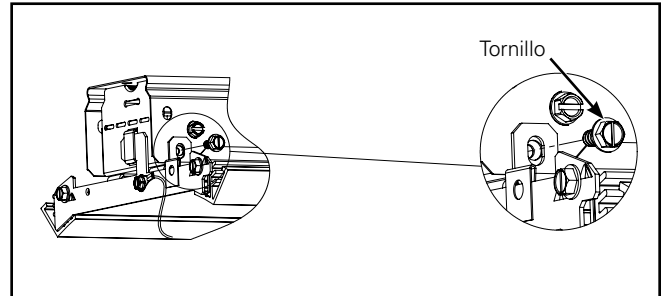

Figura 11.
4. Asegure el conjunto de la guía de onda al conjunto del canal con los tornillos suministrados. (Figura 11). (Solo un lado de la luminaria) (Use una broca larga o una herramienta de ángulo recto).